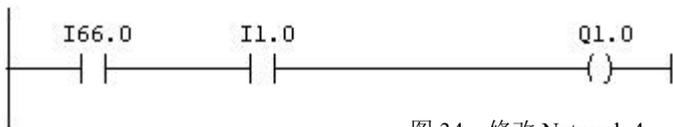

图 34 修改 Network 4
- ④ 按下按钮 K1 (I66.1) 接通“发送方式 auto_txd”即 Q1.1, 见图 34 中的 Network 5, 按下按钮 K0 (I66.0) 接通“启动发送 start_tr”位即 Q1.0, 见 Network 4, 此时总线桥处在自动发送状态, 发送不受接收状态位 I1.0 “接受完毕/发送允许 reok_tren”控制, 发送间隔时间 1 秒在 STEP7 配置中选定。观察 PC2 接收到总线桥发来的 10 个数据。发送以 1 秒为间隔不停的发送。
- ⑥ 但如果发送间隔时间 T_t 过短或接收数据过长或从站回答延时时间 T_{sdr} 过长, 使 $T_{sdr} + T_{rd} > T_t$ 接收将被发送打断。解决办法是在连续发送启动条件中加入“接收完毕/发送允许”位, 保证接收完毕后才开始发送。因此需要修改 Network 4, 见下图 34 并请仔细阅读说明部分。